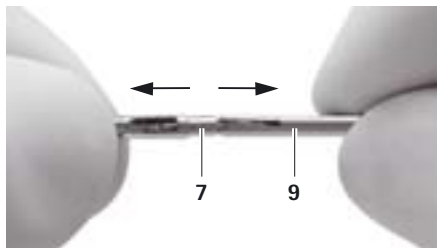

Fig. 4
- Retirez le tube intérieur 9 de l'insert de travail 7, voir Fig. 4.